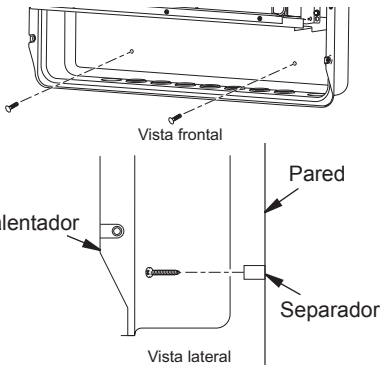

Figura 12 - Instalación de los tornillos de montaje inferiores
1. Localice los dos orificios de montaje inferiores. Estos orificios se encuentran cerca de la parte inferior del panel posterior del calentador (consulte la figura 12, en la página 13).